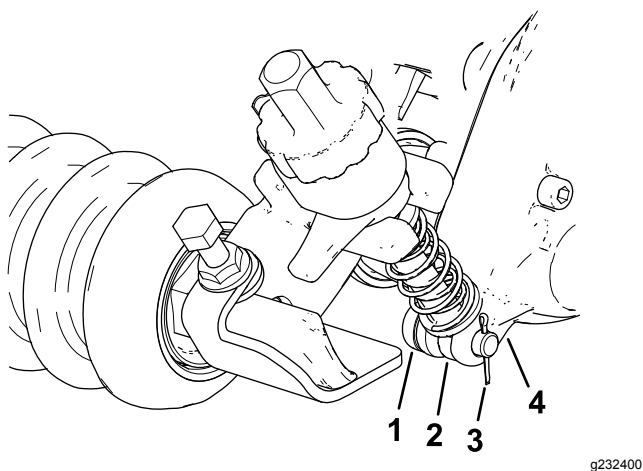

Figura 11
2. No lado da caixa do rastelo, deslize a barra do braço de ajuste do suporte da altura de corte para o espaço na caixa de transmissão do rastelo e fixe-a com um pino de ajuste e um perno de gancho, como se mostra na Figura 11.